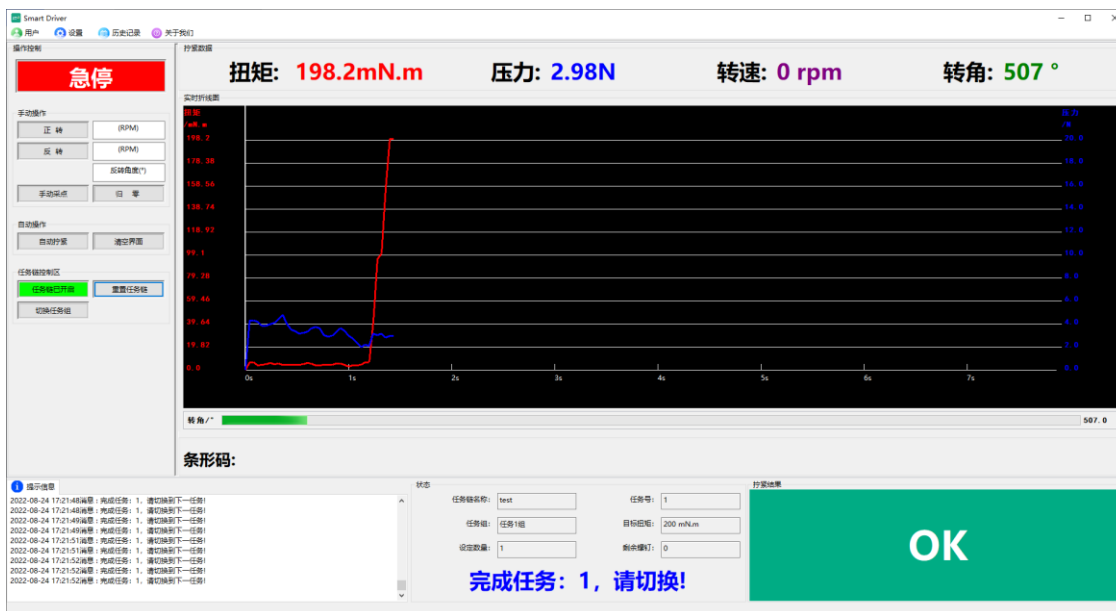

图 24 当处于软件切换时切换任务组的提示
(1) 软件切换：任务链处于该切换方式时，一个任务组结束工作，需要开始下一个任务组，会提示产品锁附完成，请切换！如图 24 所示。